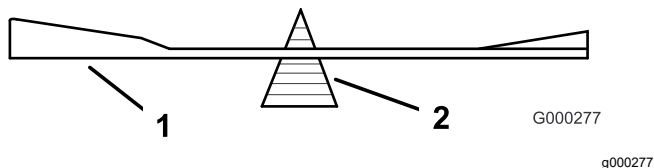

Figura 85
- Verifique el equilibrio de la cuchilla colocándola sobre un equilibrador de cuchillas (Figura 85).